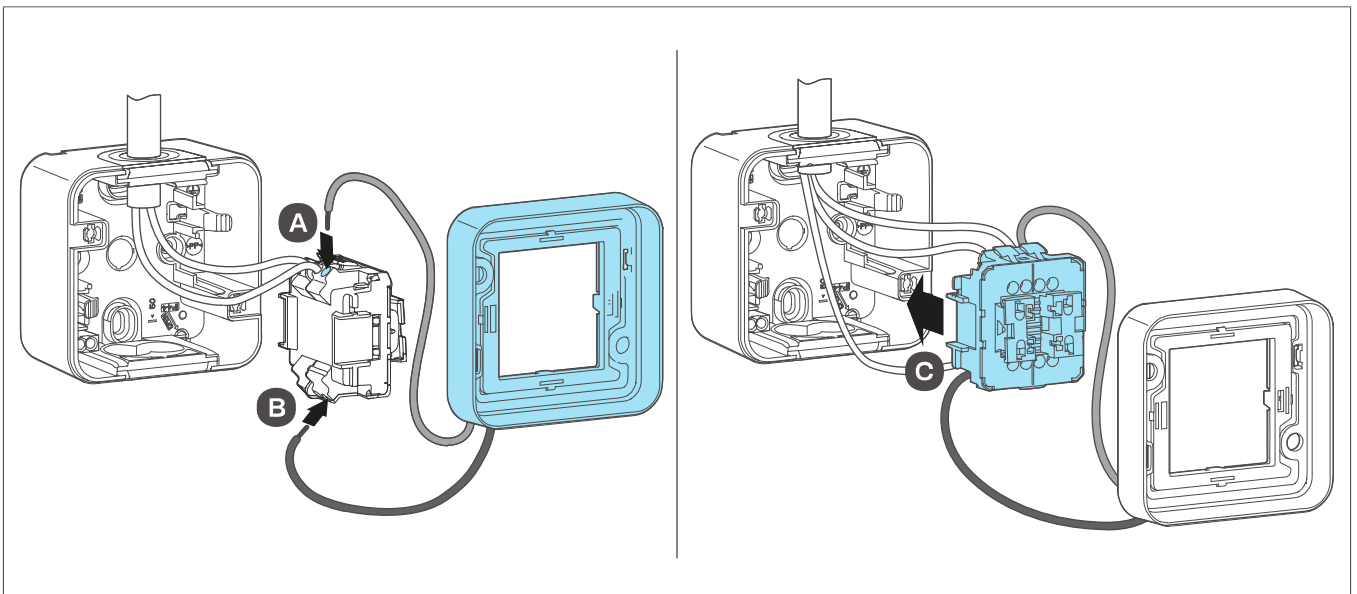

Bild 10: Beleuchtbaren Rahmen anschließen (links) / Einsatz einrasten (rechts)
- ④ Beleuchtbaren Rahmen (3) für die Dauer-, Orientierungs- oder Kontroll-Beleuchtung anschließen **A** und **B** (Bild 10, links).
- ⑤ Den Einsatz (4) wieder im Gehäuse-Unterteil einsetzen bis er an den Halterungen (7) einrastet **C** (Bild 10, rechts).